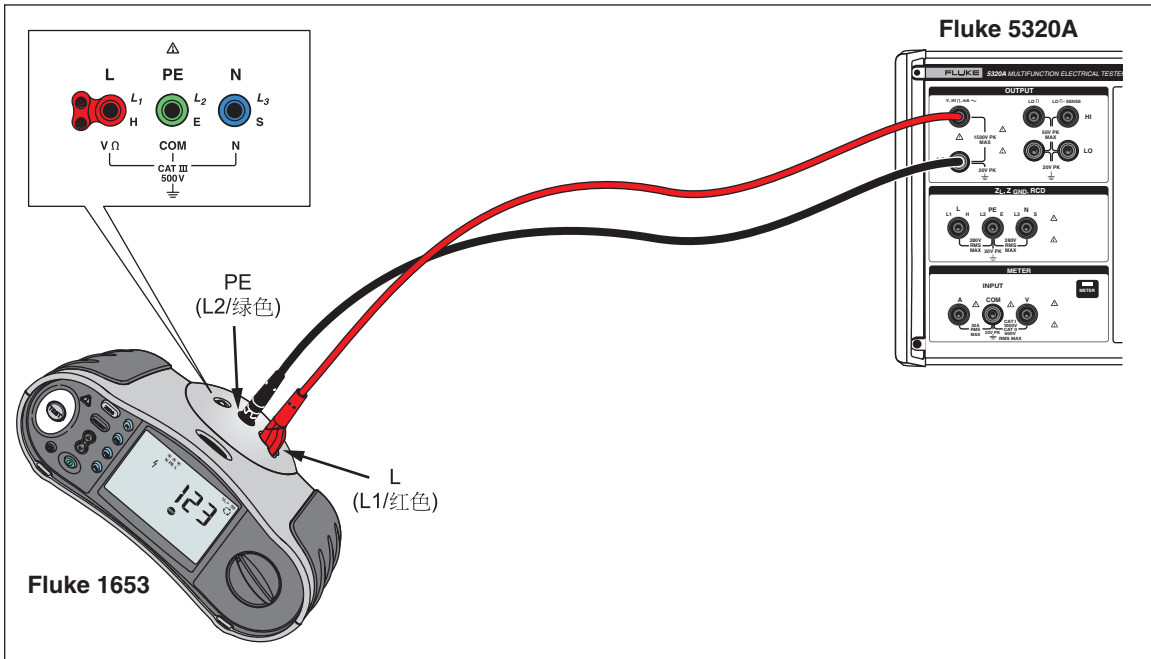

图7-18.在电池供电的装置测试仪上进行的电压校准
1. 使用图7-18、7-19或7-20，将 UUT 连接到校准器的输出 V HI和LO端子上。